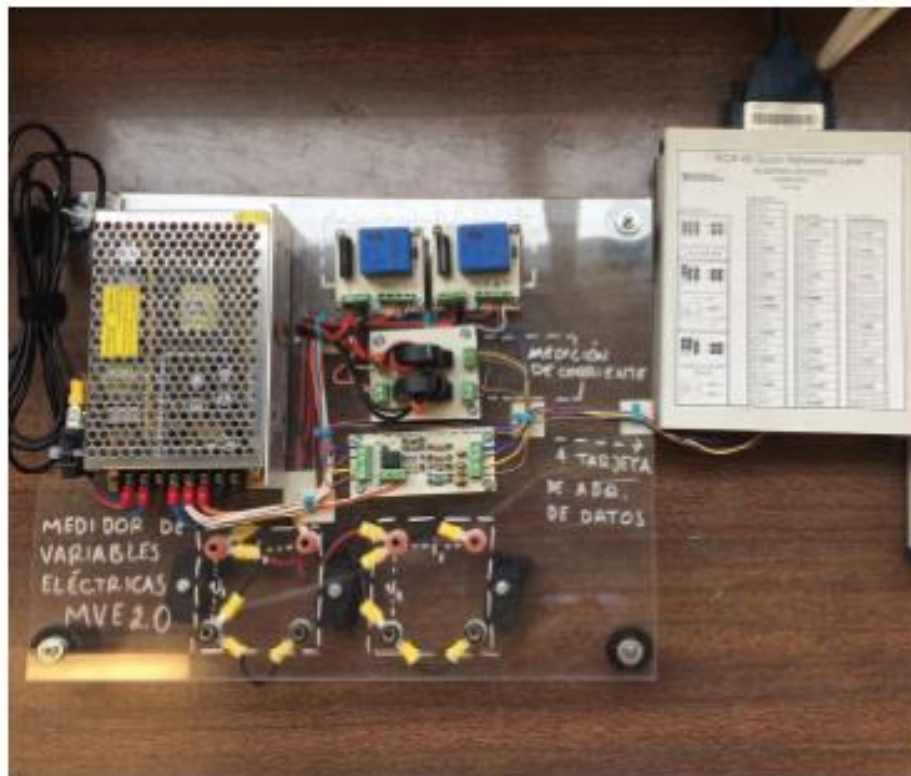

Figura 9. Esquema de la conexión interna de los sensores en el MVE
- **Paso 10:** Conectar los sensores de corrientes y de voltaje que se encuentran en el MVE (SCX: sensor de corriente X, SVX sensor de voltaje X), indicados en la figura 9 (diagrama esquemático del MVE) en los puntos donde se desea hacer las mediciones. Es muy importante señalar que el rango de voltaje es de -315 a 315 V y 220 V RMS, y para la corriente es de -20 a 20 A y 12 A RMS, las cuales deberán ser respetados para evitar dañar los sensores.